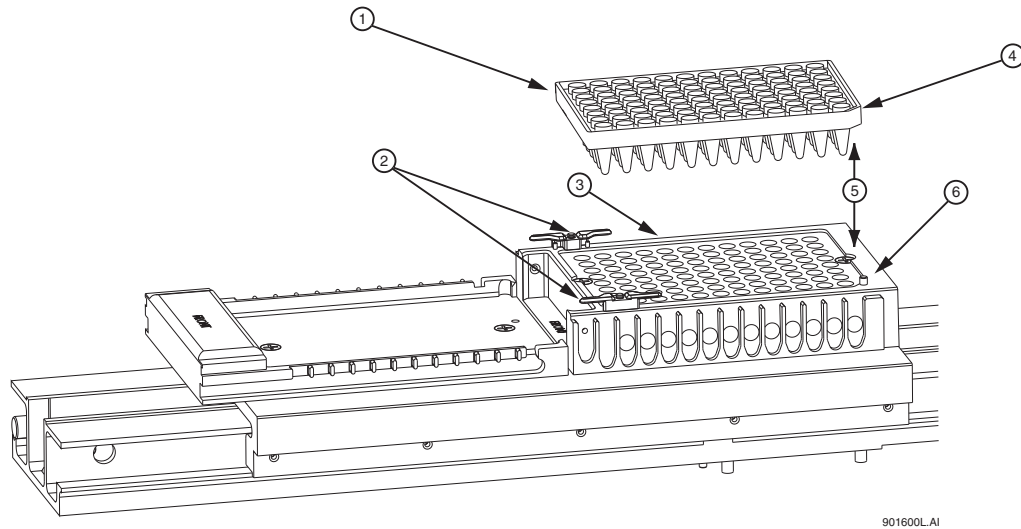

图 3.29 加载样品板
2. 用样品板凹角对齐样品板导销，然后轻轻将板降低到对应位置（图 3.29）。